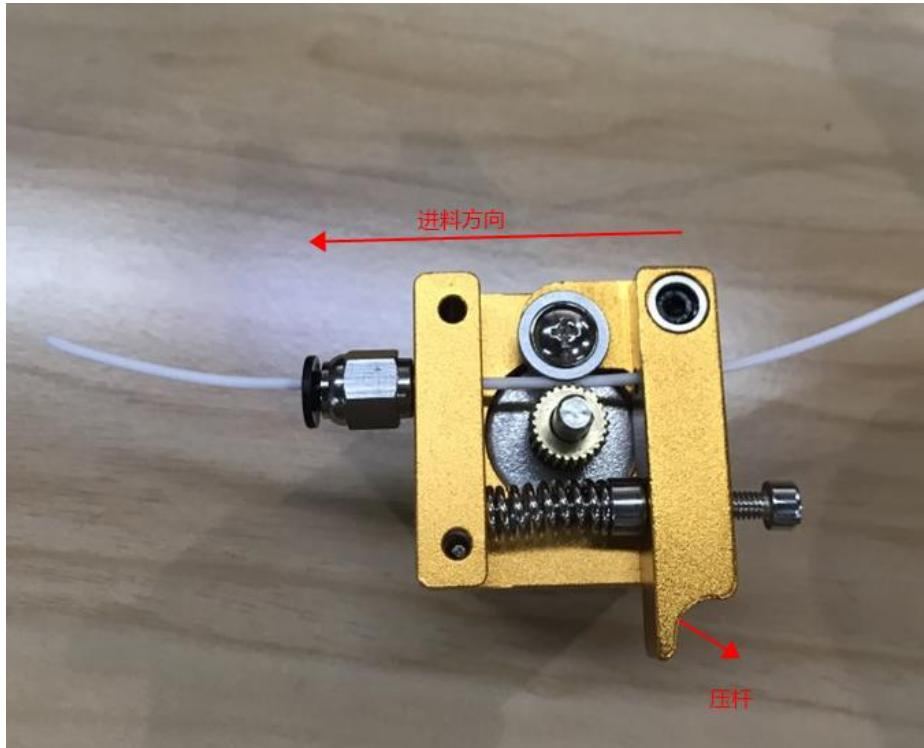

图 5.114 插入耗材
**步骤 1** 用手按压挤出机上面的压杆，将耗材通过滑轮直插至底部通孔，如图 5.114所示。